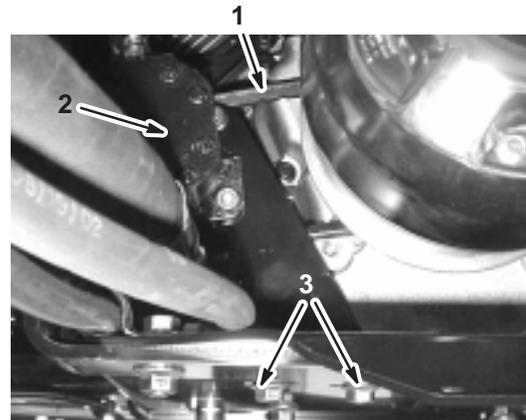

Bild 48
2. Lockern Sie die Befestigungsschrauben der Lenkpumpe (Bild 48).